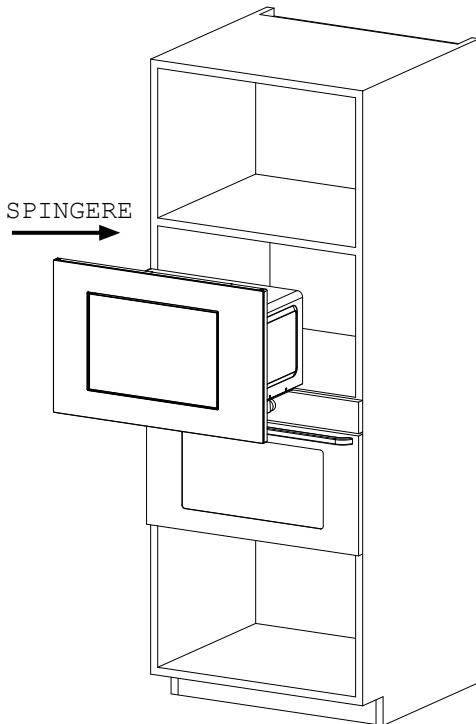

Fig. 1
② INSTALLAZIONE:
a) Collegare il forno a microonde nel mobile da incasso e spingerlo avanti fino in fondo. (Fig. 1)